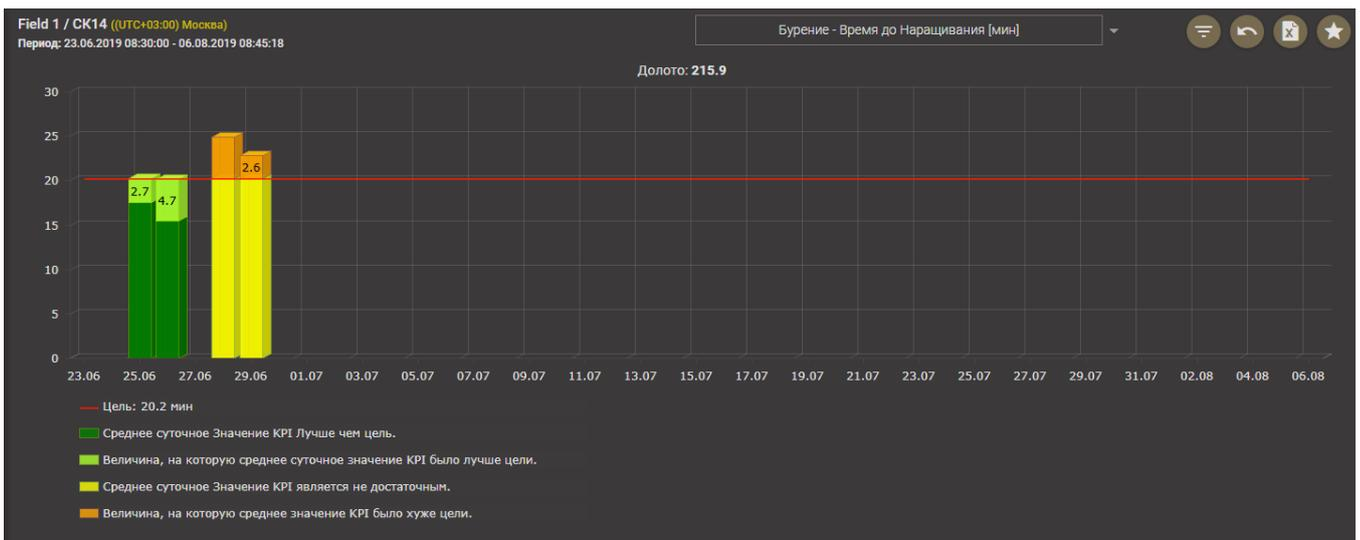

Рис. 2.59
- 2) В области отображения появятся диаграммы с выбранным показателем эффективности (рис. 2.59).